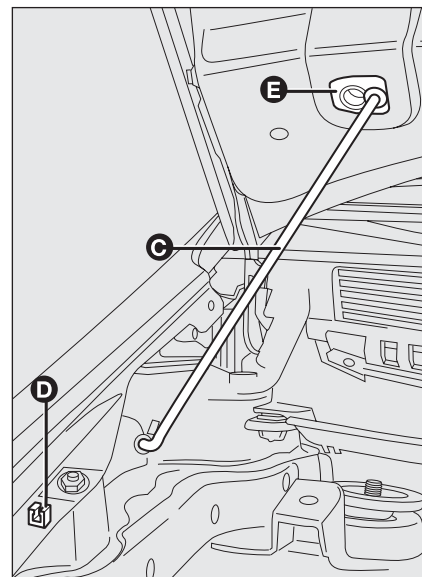

fig. 120
- ☐ levante el capó y, al mismo tiempo suelte la varilla de sujeción **C-fig. 120** de su dispositivo de bloqueo **D**, luego introduzca el extremo de la varilla en el alojamiento **E** del capó.
- ☐ mantener levantado el capó con una mano y con la otra retire la varilla **C-fig. 120** del alojamiento **D** vuelva a insertarla en el dispositivo de bloqueo **E**;